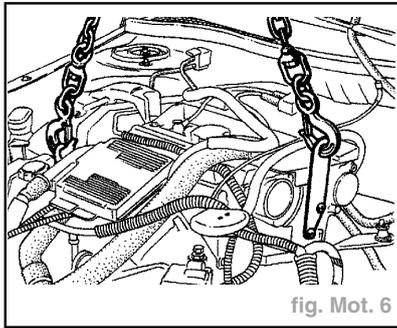

fig. Mot. 6
- Mettre en place le positionneur de charge et la grue d'atelier (fig. Mot. 6).